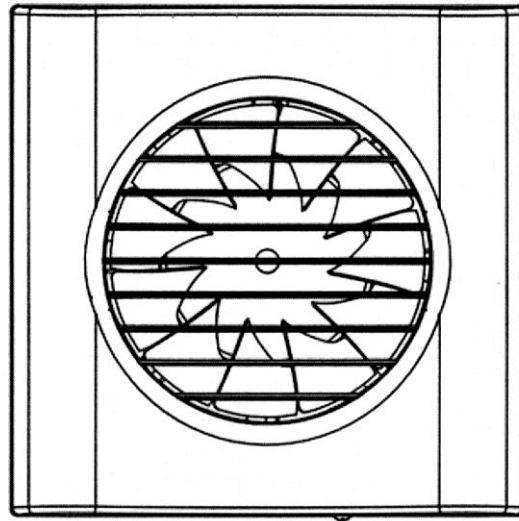

Fig.2
- Fig. 2 – przedstawia wentylator w rzucie z przodu,